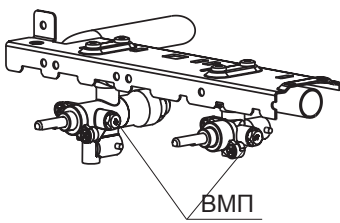

рис. 17
**22.2. Проведение замены винтов малого пламени (ВМП) в кране-термостате и кранах горелок стола (рис. 17, 18):**